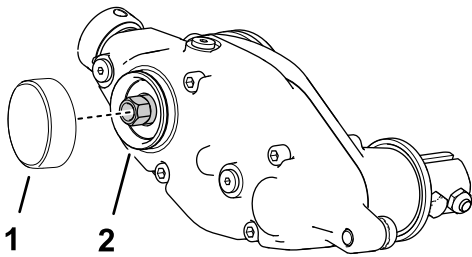

图 14
1. 在卡环槽周围和外直径表面涂抹中等强度的圆柱固持胶如 Green Loctite 609®图 14。
2. 如图 14所示安装盖子。